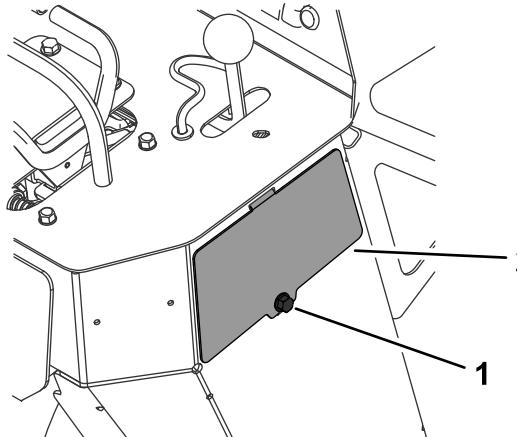

図 56
3. 機体右側にあるアクセスパネルのボルトを外してパネルを外す図 56。
5. アクセスパネルを元通りに取り付けてボルトで固定する図 56。